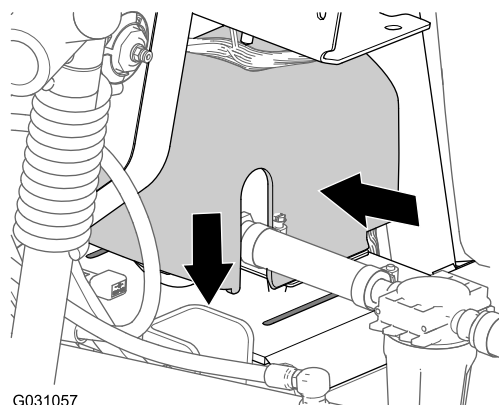

Bild 239
2. Fluchten Sie die Abdeckung der Spülpumpe über der Sattelplatte für die Spülpumpe aus (Bild 239).